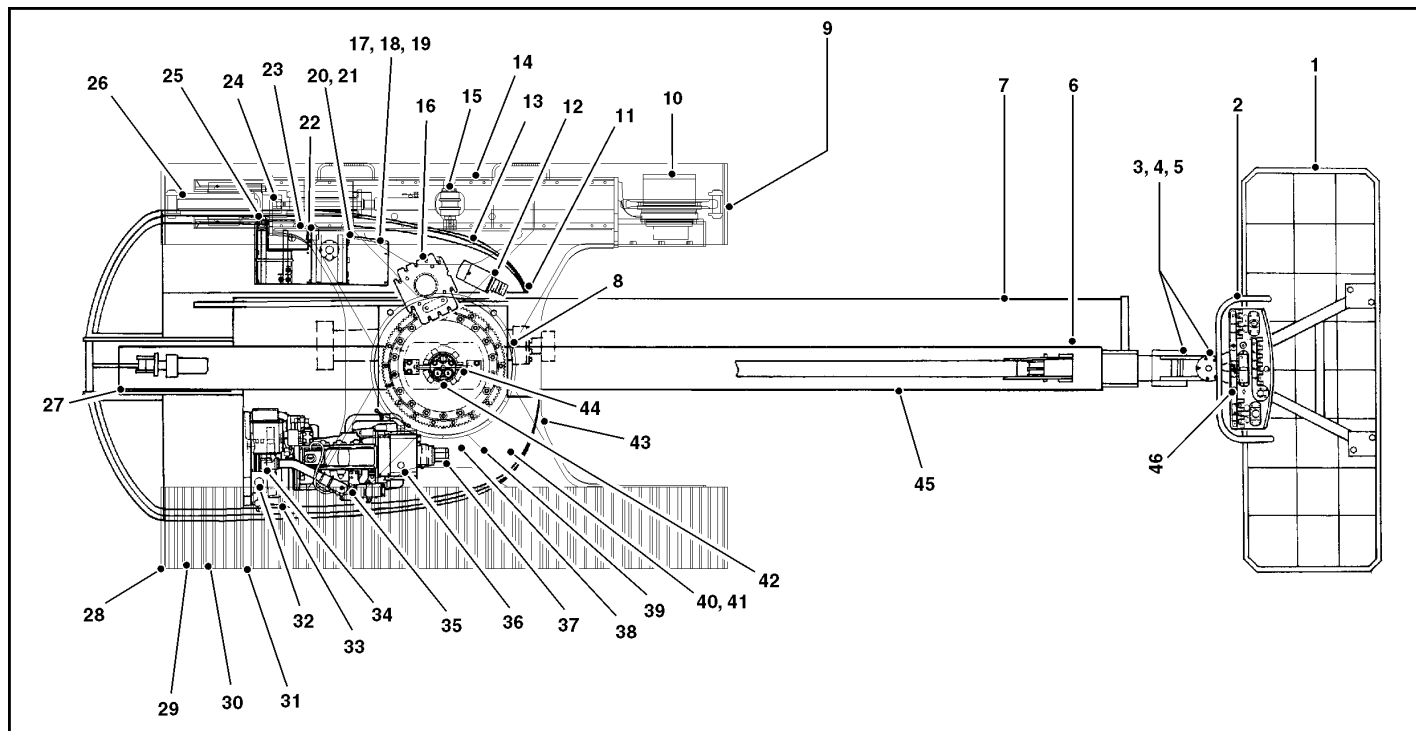

Figura 2-3. Diagrama de inspección visual diaria
5. **“Inspección visual”** – Consultar la Figura 2-3., Figura 2-5. y Figura 2-6.